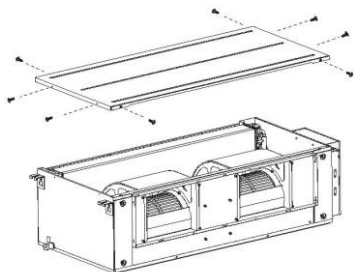

Fig. 9-1
1. Retirar la cubierta superior, tal como se lo visualiza en la fig. 9-1.